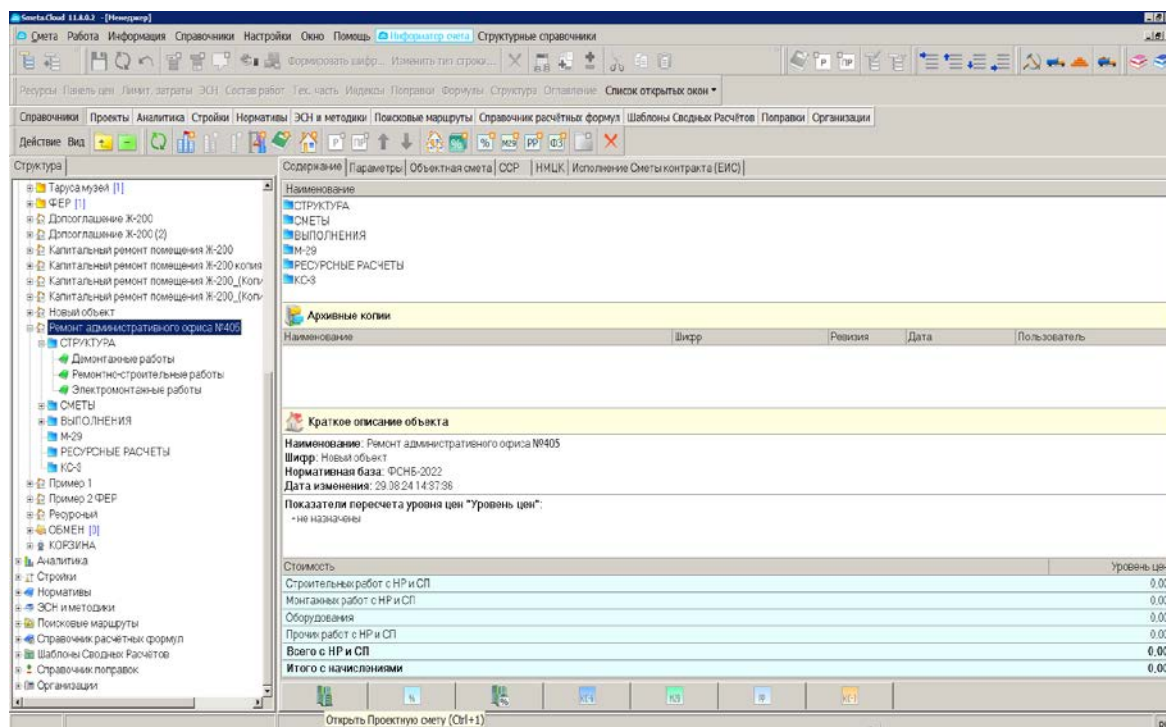

**Рис. 9. Проверка поискового маршрута**
- необходимо проверить на вкладке «Поисковые маршруты» чтобы НБ и дополнения к ней совпадали с выбранными типовыми настройками (рис.9).